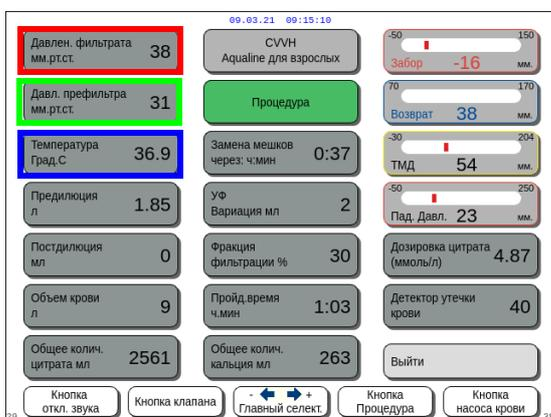

Рис. 167
- *Давлен. фильтрата (мм рт. ст.)* (красная рамка на рис. 167)
- *Давл. префильтра (мм рт. ст.)* (зеленая рамка на рис. 167)
- *Температура (°C)* (синяя рамка на рис. 167)